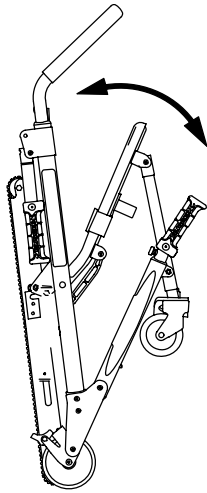

Figura 1 – Desdobrar a cadeira
3. Puxe o apoio para as costas e a alavanca de extensão à parte (Figura 1).